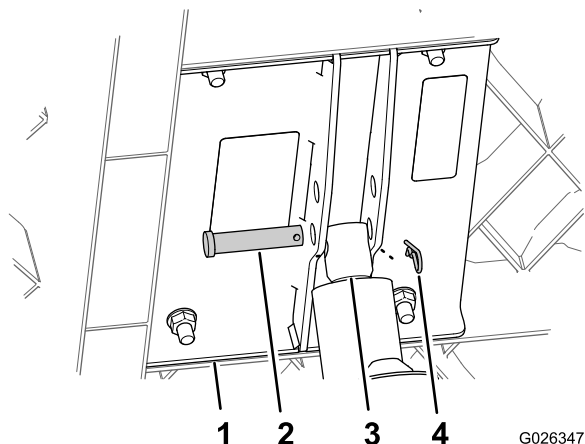

図 7
5. 昇降ブラケットからヘアピンとコッターピンを抜き取る 図 7。
6. 昇降ブラケットから、昇降ロッドを外す 図 7。